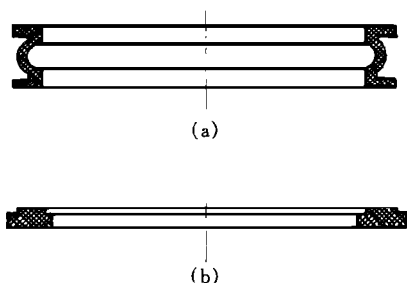
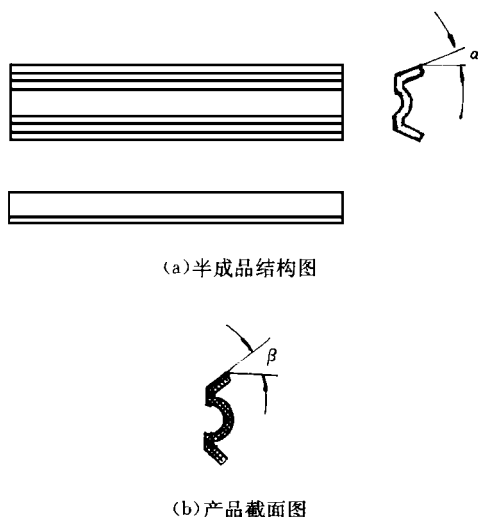
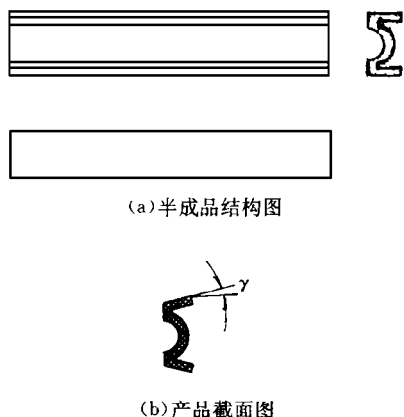

图 1 产品结构示意图
图 2 分段硫化的半成品结构及产品截面图之一
图 3 分段硫化的半成品结构及产品截面图之二
要制做产品,首先必须弄清楚产品的形状、尺寸、内在性能及装配等各方面的要求,然后确定出产品加工工艺方案,再根据工艺方案设计出合理、操作可靠的模具。如在生产图 1(a)所示的产品时,其工艺方案确定如下:用一副长约 550mm 的模具,在 400mm×600mm 的颞式平板硫化机上分段硫化出如图 2(a)所示的半成品,最后将分段硫化的半成品用同一副模具在同一台平板硫化机上连接成环形产品,即图 1(a)所示的产品。此工艺方案的设计者当初的设想是:当图 2(a)所
示的半成品弯曲并连接成环形时,在弯曲变形过程中,两“羊角”边会相互逐渐靠拢成图 1(a)所示的形状。但实际上做出的产品截面形状如图 2(b)所示,其 U 角大于图 2(a)中的 T 角,此结果与事先的设想相差甚远,产品也无法装配和使用,从而造成模具整体报废。当初工艺方案之所以如此确定,是因为设计者考虑到图 1(a)所示的产品样品切断展开压平时,其截面形状类似图 2(a)所示的形状,但实样展开压平时,两“羊角”边呈荷叶形状,与图 2(a)所示形状并非一致。这就是导致工艺方案错误的根本原因。遗憾的是此次失败并未引起足够的重视和深思,反而误导出一种错误的结论:图 2(a)与图 2(b)的对比说明,直条产品弯曲后截面形状与弯曲前的相似[设计者并未注重图 2(b)中的 U 角比图 2(a)中的 T 角大得多],所以分段硫化可先做成如图 3(a)所示半成品。又重新进行了模具的设计和加工。当将分段硫化的半成品连接成圆形时,产品的截面形状又如图 3(b)所示,与图 2(a)所示形状相近,但 $V < T < U$ 。由于是软连接橡胶产品,第二种情况的产品可勉强凑合使用,但用户很不满意。
综上所述,模具型腔设计时应做两方面的改进:①分段硫化的模具型腔应与产品相应部分的形状相同;②采用过渡层胶料无痕接头法。我们在试制图 1(b)所示的产品时,就注意了这两方面的改进,产品的几何形状精度完全符合要求,外观质量好,用户很满意。
我们在试制图 1(b)所示产品时,曾出现